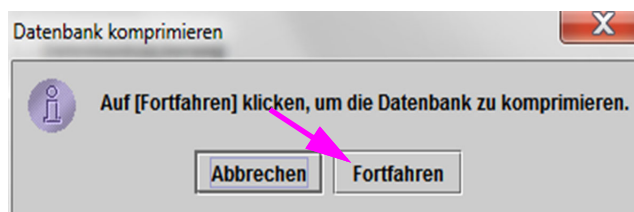

Abbildung 5-83. Bestätigungsdialogfeld für das Komprimieren der Datenbank
2. Klicken Sie auf **Fortfahren** im Fenster „Datenbankverwaltung“. Daraufhin öffnet sich das Bestätigungsdialogfeld für das Komprimieren der Datenbank. Siehe Abbildung 5-83.